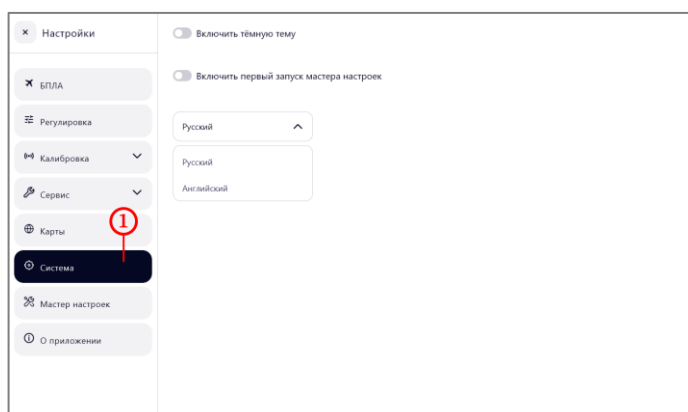

Рисунок 118 – Параметры системы
- в боковом меню выбрать пункт « Система» (рисунок 118, шаг 1).